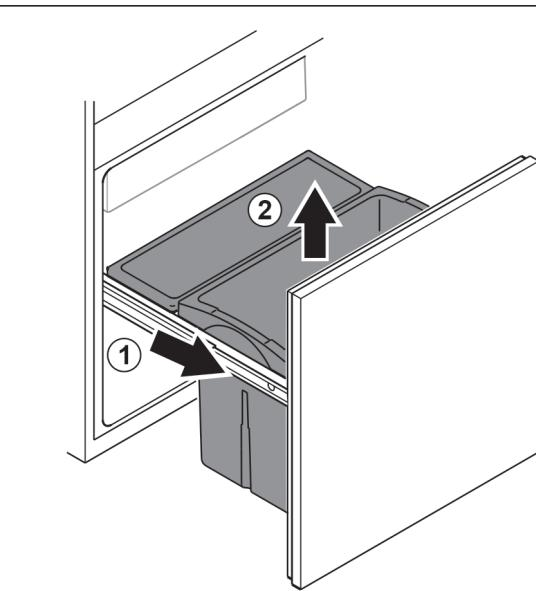

Fig. 100
- Витягніть витяжний візок до упору. Fig. 100 (1)
- Вийняти висувний ящик рухом вгору. Fig. 100 (2)